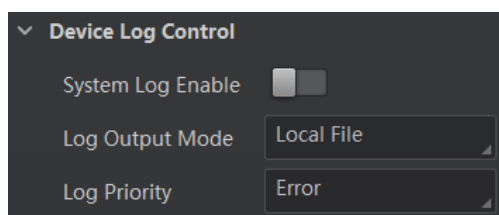

图8-4 本地存储模式
- 当选择 *Local File* 时，为本地存储模式，系统日志将保存在设备内部，如图 8-4 所示。